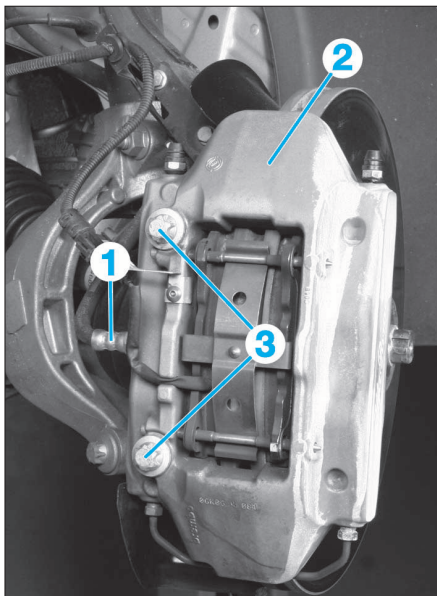

FIG. 6
- Finir de desserrer le flexible de frein (1) de l'étrier (2).
- Desserrer le flexible de frein (1) de l'étrier (2) (Fig.6).